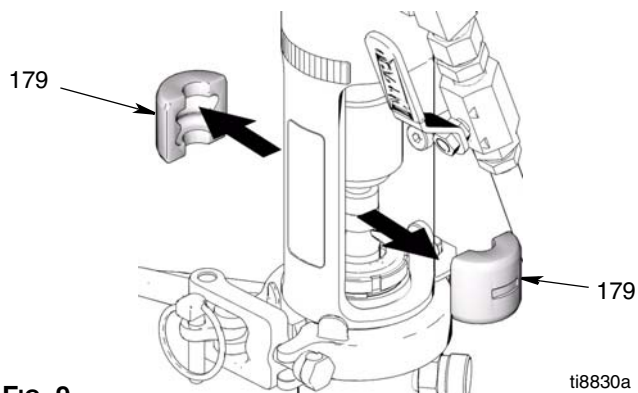

FIG. 9
5. (FIG. 9) Retire los acoplamientos del eje (179).